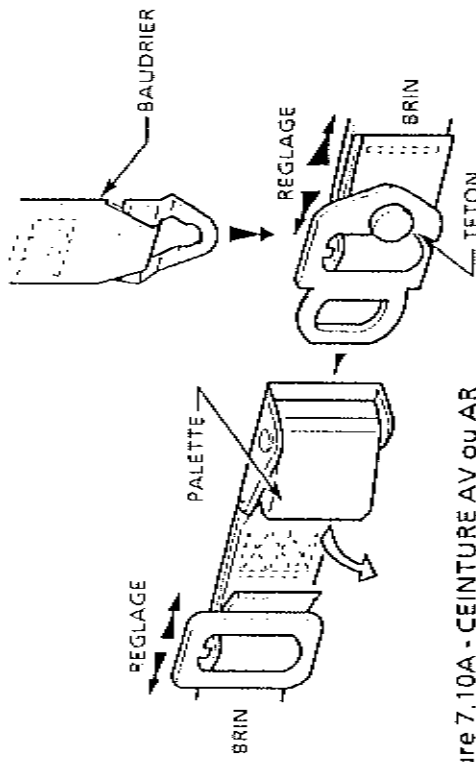

Figure 7.10A - CEINTURE AV ou AR (à brins réglables)
- Ceintures avant et arrière (à brins réglables) (Voir Figure 7.10A)